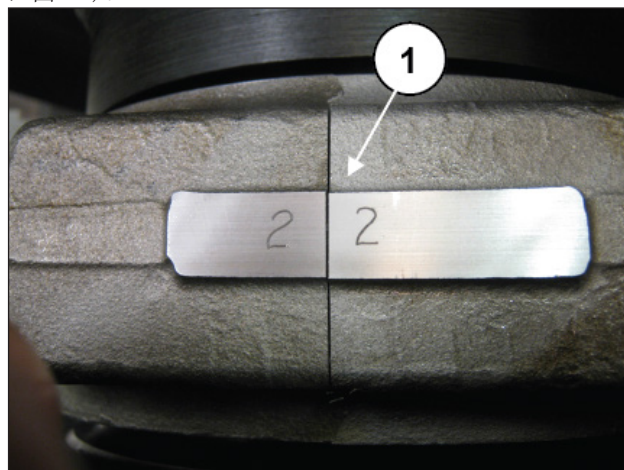

图 77
将连杆帽与半连杆分开；正确的联接由一侧的编号保证(①，图 77)。